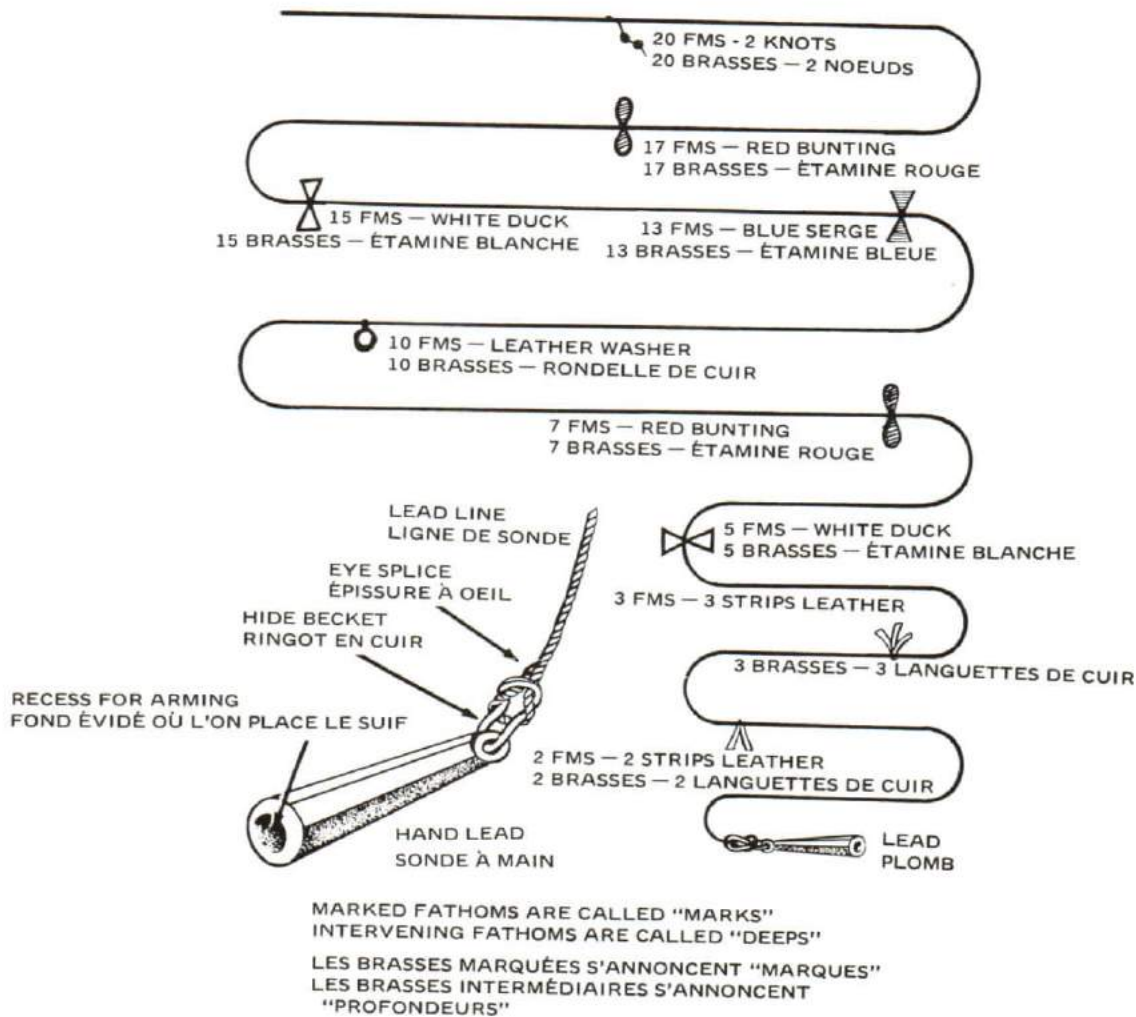

Figure 11-54
- d. markings as shown in Figure 11-54.
- d. les marques, telles qu'elles apparaissent à la figure 11-54.